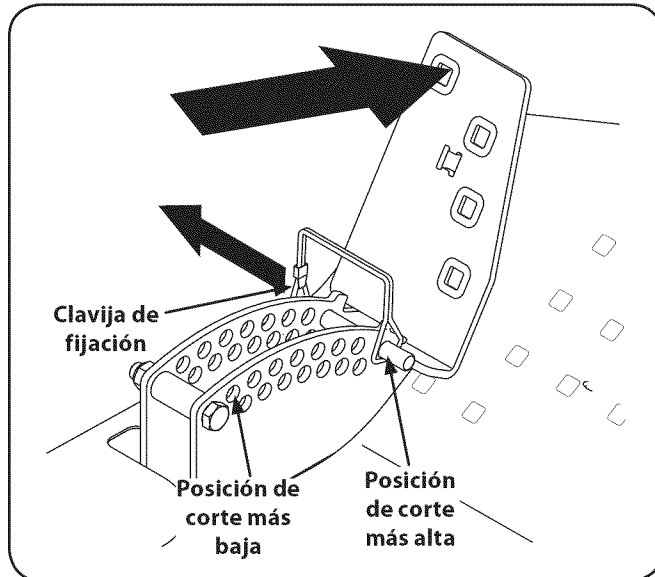

Figure 7-3
2. Coloque el pedal de elevación de la plataforma en la posición de corte más baja y vuelva a colocar la clavija de fijación que está en la parte frontal del pedal en la ménsula de altura de la plataforma y fije la misma trabando la clavija de fijación. Vea la Fig. 7-3.